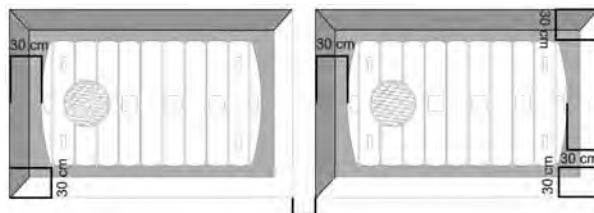

Fig. 6
9. Quanto esposto nei punti precedenti è relativo all'interro di un singolo serbatoio. Per più serbatoi (posti in serie o in parallelo) eseguire scavi separati e distanti almeno un metro l'uno dall'altro, diversamente prevedere un muro portante di almeno 20 cm (fig. 6).